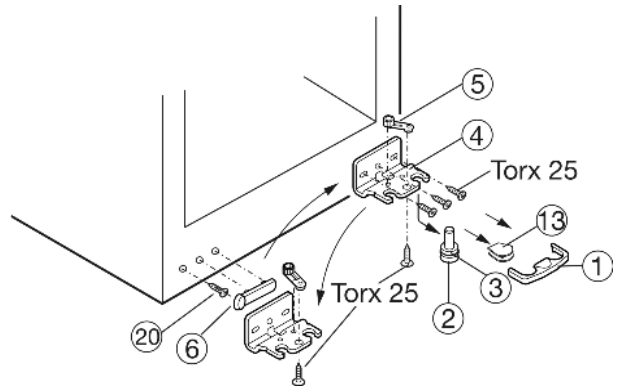

Fig. 4
- ▶ Staccare la protezione Fig. 4 (1) tirando in avanti.
- ▶ Staccare la copertura Fig. 4 (13)\*.
- ▶ Estrarre il perno di supporto Fig. 4 (2) tirando verso il basso e in avanti. Fare attenzione alla boccola cerniera Fig. 4 (3).
- ▶ Svitare il blocco di supporto Fig. 4 (4).
- ▶ Svitare l'elemento di supporto Fig. 4 (5) e spostarlo nel foro di alloggiamento opposto, serrarlo nuovamente.
- ▶ Staccare i tappi (6) lato maniglia facendo attenzione e inserirli di nuovo sul lato opposto.
- ▶ Svitare lavite Fig. 4 (20) e inserirla di nuovo sul lato opposto.
- ▶ Avvitare di nuovo saldamente il blocco di supporto *Fig. 4 (4)* sul nuovo lato cerniere (**a 4 Nm**) eventualmente servendosi di un avvitatore a batteria.
- ▶ Ribaltare di nuovo l'apparecchio leggermente all'indietro e inserire di nuovo il perno di supporto *Fig. 4 (2)* con la boccia cerniera *Fig. 4 (3)*. La tacca sul perno di supporto deve essere rivolta in avanti.
- ▶ Montare la copertura *Fig. 4 (13)* sul lato opposto.\*
- ▶ La protezione (1) deve innestarsi lateralmente sul blocco di supporto, per assicurare il perno di supporto e la porta.
- ▶ Innestare nuovamente la protezione (1) sul blocco di supporto.
- ▶ Se necessario, allineare la porta sopra le due asole nel blocco di supporto *Fig. 4 (4)* a filo con l'involucro dell'apparecchio. Svitare la vite centrale.